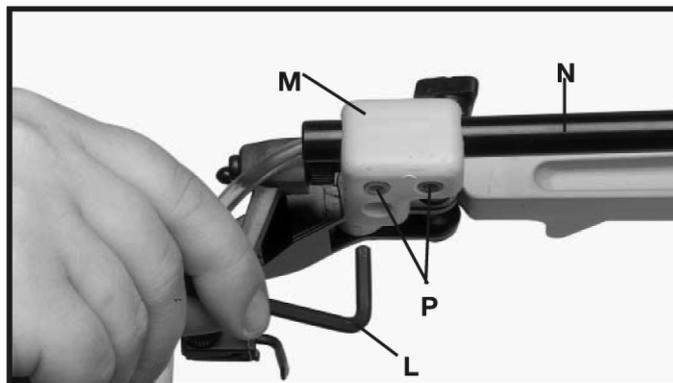

Fig. 11
9. Usando a chave de torque (L) de 4mm como aparece na Fig.11, afrouxe os dois parafusos (P) abaixo do suporte (M) que fixam o suporte à haste (N).